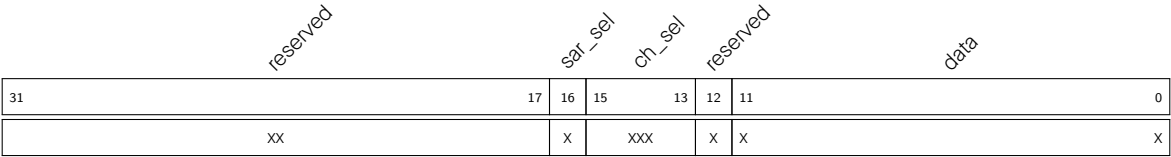

图 34.2-8. DMA 数据格式
- DIG ADC 控制器的数据标记位为 DMA 数据类型的 {sar_sel, ch_sel[2:0]} 位，见图 34.2-8